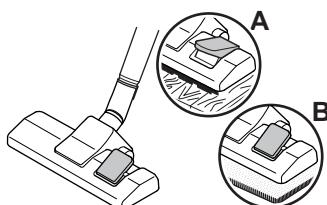

Abb. 12
5. Stellen Sie je nach Bodenbelag den Umschalter „Teppich/Hartboden“ (Abb. 12) ein:
- **Hartboden** (Abb. 12/A)
- **Teppich** (Abb. 12/B)